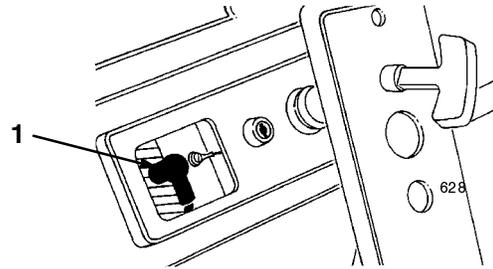

Figure 17
5. Débranchez la bougie (Fig. 17).
3. Débranchez et déposez la bougie (Fig. 17).